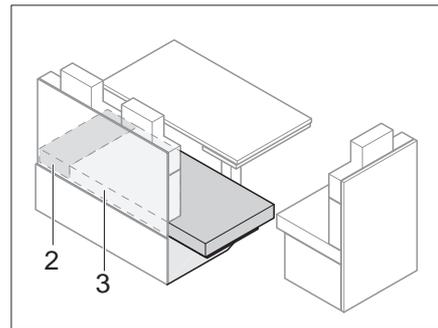

Bild 113 Nach dem Vergrößern
- Sitzpolster (Bild 113,3) auf die Sitzbankverlängerung ziehen.
- Zusatzpolster (Bild 113,2) zwischen die Sitzpolster (Bild 113,3) und die Außenwand legen.